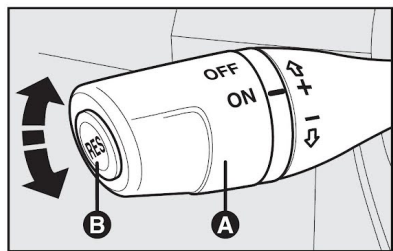

fig. 60
### COMANDOS - fig. 60
O piloto automático é comandado pela alavanca **A**-fig. 60.
- 1) Apertando o pedal do acelerador e em seguida memorizando a nova velocidade atingida (posicionando a alavanca **A-fig. 60** para cima (+) por pelo menos três segundos);